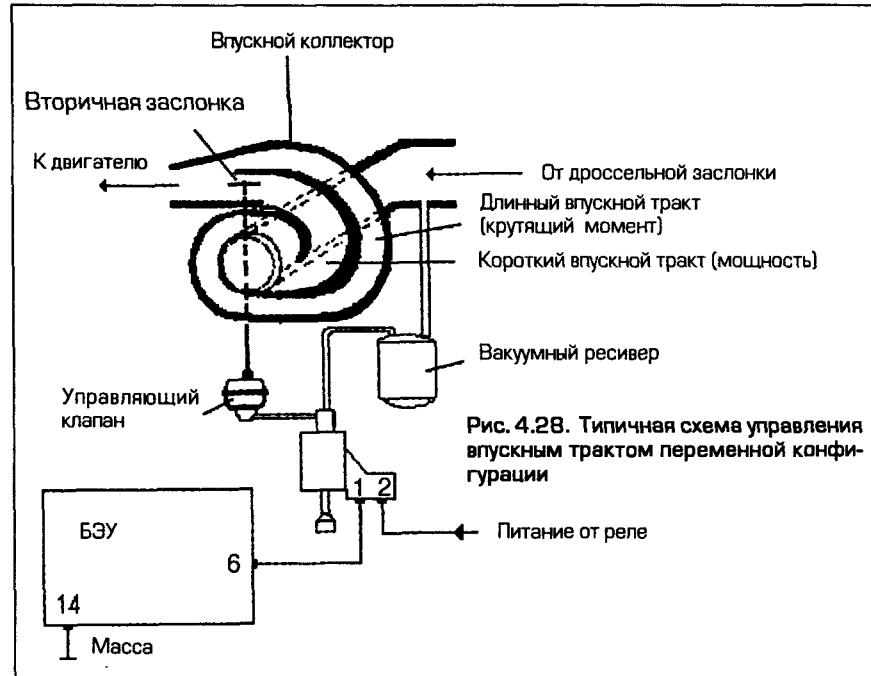

Рис. 4.28. Типичная схема управления впускным трактом переменной конфигурации
- Для повышения эффективности работы двигателя при различных внешних условиях хорошие результаты дает использование впускного тракта переменной конфигурации (см. рис. 4.28). Такой тракт содержит два канала - длинный и короткий. На малых и средних нагрузках воздух двигатель проходит только через длинный канал. На высоких нагрузках параллельно длинному подключается короткий канал. Это позволяет уменьшить сопротивление на линии всасывания, повысить коэффициент наполнения цилиндров и мощность двигателя. Воздушный поток через короткий канал регулируется вторичной воздушной заслонкой с вакуумным приводом, который управляется электромагнитом по команде БЭУ.